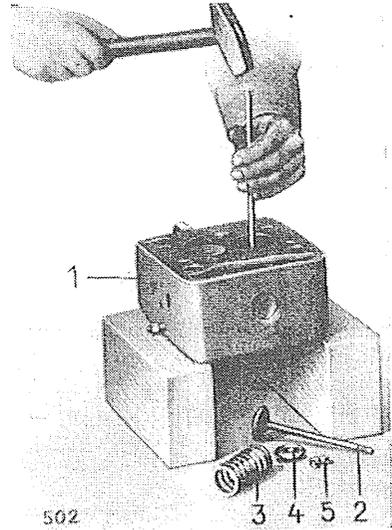

Bild Nr. 19
8. Ventilführung mit Schlagdorn herausschlagen (s. Bild Nr. 19).